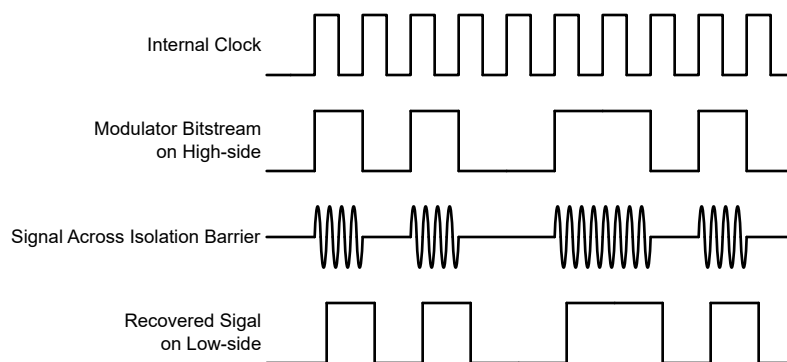

图 7-1. 基于 OOK 的调制方案
如图 7-1 中所示，AMC0x11R 使用开关键控 (OOK) 调制方案跨过基于 SiO_2 的隔离栅传输调制器输出位流。发送驱动器 (TX) 如 功能方框图 中所示。TX 跨过隔离栅发送一个内部生成的高频载波来表示数字一。而 TX 不发送信号则表示数字零。AMC0x11R 内使用的载波标称频率为 480MHz。